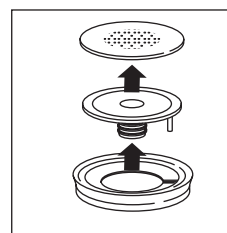

fig. 28
- Remove the gasket (fig. 28).